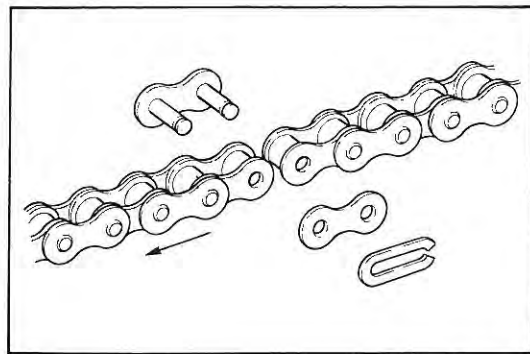

Fig. 28
N.B. In caso di smontaggio della catena, nel rimontarla, fare attenzione di installare la forchetta di fermo della maglia di giunzione con la parte aperta rivolta nella direzione opposta al senso di avanzamento della catena stessa (Fig. 28).